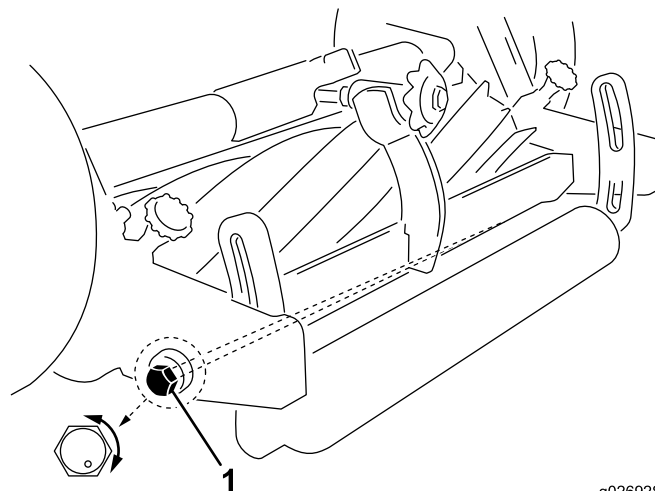

Figure 6
6. Mettez la contre-lame parallèle au cylindre en tournant le boulon de pivot gauche de la barre d'appui (Figure 6). Le filetage du boulon de pivot gauche est décentré; lorsqu'il est tourné, il agit
comme une came pour élever ou abaisser la barre d'appui. Un point excentré sur le boulon de pivot gauche (Figure 6) indique le filetage du boulon. Lorsque le point est en haut (Figure 6), le côté gauche de la barre d'appui est levé. Lorsque vous tournez le boulon dans le sens horaire et que le point descend, le côté gauche de la barre d'appui descend également. Le point d'identification doit se trouver à l'arrière (180 degrés) lors du réglage.